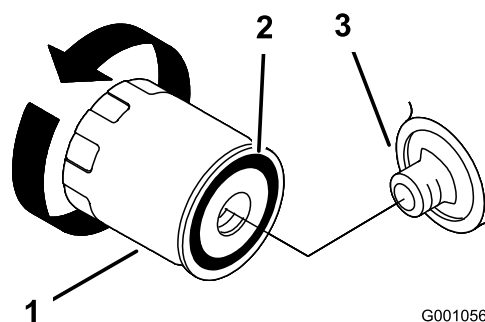

Figura 48
2. Togliete il filtro usato e pulite la superficie della guarnizione dell'adattatore del filtro (Figura 48).
5. Spalmate un velo di olio nuovo sulla guarnizione di gomma del filtro di ricambio (Figura 48).
6. Montate il nuovo filtro dell'olio nell'adattatore, giratelo in senso orario finché la guarnizione di gomma non sfiora l'adattatore, quindi serrate il filtro di altri 2/3 di giro o 1 giro (Figura 48).